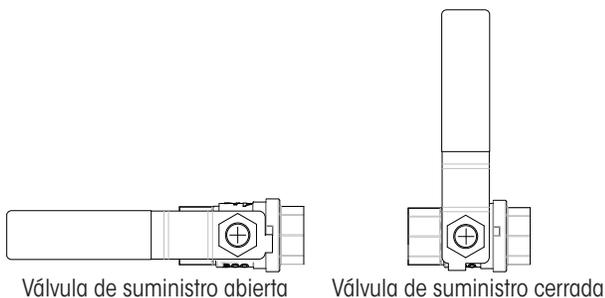

Figura 48: Operación de Válvula de Suministro
3. **Asegúrese** de que la válvula de suministro de TIREMAAX está en posición abierta (Figura 48).